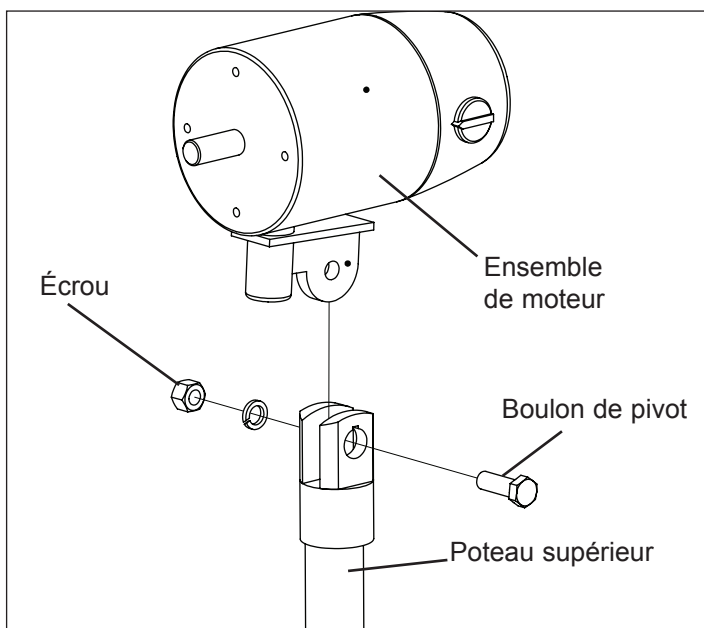

Figure 1 : Fixer le moteur sur son support
6. Monter l'ensemble de moteur sur le connecteur du poteau supérieur (voir Figure 1). S'assurer que les trous sont alignés.